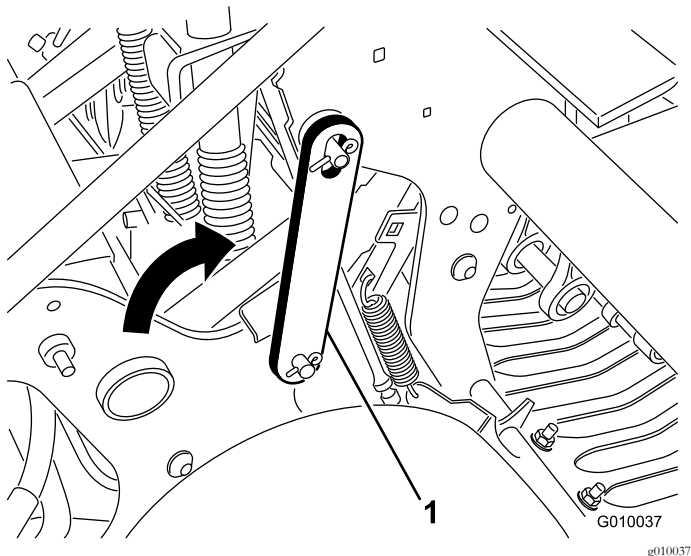

Bild 21
4. Drehen Sie den Wartungsriegel nach hinten und setzen Sie ihn in den Aerifizierkopfstift ein (Bild 21). Befestigen Sie ihn mit dem Clipping.